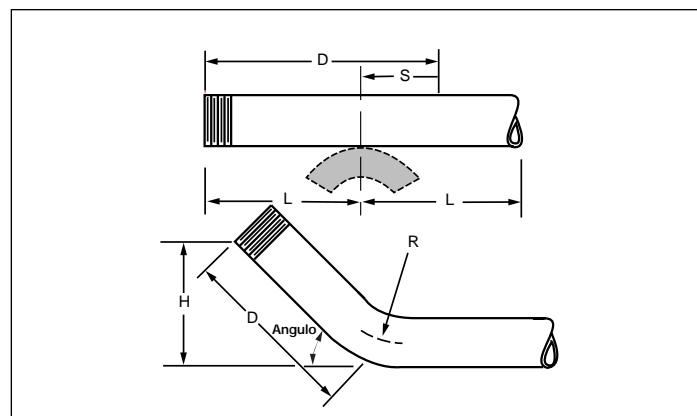

Figura 6
- Delímite la medida (**S**) en el tubo tal y como se ilustra en la FIGURA 6.
! Las marcas (B) no pueden estar más cerca de los extremos del tubo de la distancia (L) o los extremos no quedarán sujetos por las zapatas de pivotar. (ver FIGURA 6, Ejemplo 3 y tabla de requerimientos "L" 5).